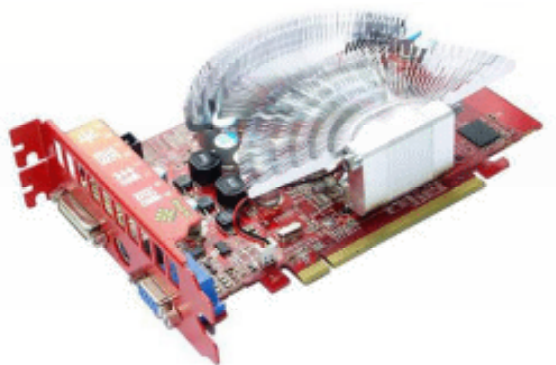

图 3.66
(2) 配置点评：Athlon 64 X2 3600+ CPU 采用 AMD 双核设计，在浮点运算方面秉承了 K8 内核强劲性能的优良风范，是当前游戏配置不错的选择。内存也可以更换为一条 1G 的 DDRII 667，为将来升级双通道 1G 做好准备。1650XT 这个级别的显卡，在 1280 像素×1024 像素的分辨率下，已经能够比较轻松地玩任何一款游戏，作为中端配置，它已经很称职了。目前游戏越做越大，动不动就需要数 GB 空间，250GB 的海量硬盘才能满足游戏的空间需求。显示器选用的是 19 英寸的纯平 CRT，比起 LCD 更适合游戏。Razer 金环蛇鼠标作为进攻低端市场的主打产品，无论是性能还是手感，各方面都令人称道，适合魔兽和星际玩家选购。
(3) 产品介绍: 祺祥战神 1650XT 极频狂超版采用惯用的红色 PCB 板, 如图 3.66 所示, 基于自主研发的非公版设计, 核心供电采用了祺祥独有的双核动力供电模组设计, 保证了核心供电的稳定性, 同时, 模组自身发热被控制到最低。显卡基于 TSMC 最新的 80nm 制造工艺的 RV560 核心, 拥有 24 个像素着色单元和 8 个顶点, 支持 DirectX 9.0c 和 SM3.0 标准, 另外, 它还支持 ATI 新一代的原生交火模式, 无需桥接器即可完成 crossfire 组合 (主板上用双显卡的新技术)。祺祥 1650XT 256M 极频狂超版采用了三星编号为 K4J52324QC-BJ12 的显存, 4 个 16×32MB 的显存组成 256M/128bit 的显存规格, 1400MHz 的额定显存频率还留有不错超频空间。